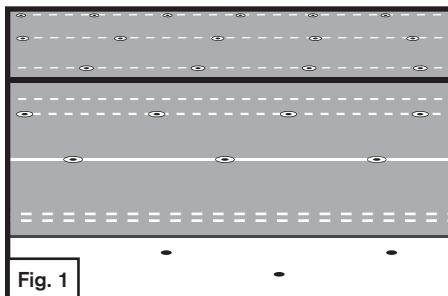

Fig. 1
**Paso 5.** Sujete con clavos la hilera inicial a 6 pulgadas (15.24 cm) del centro, bajando por el centro de la lámina y usando clavos metálicos con tope de 1 pulgada (2.54 cm) de diámetro. Ver la Fig. 1
Todas las hileras adicionales requerirán 2 hileras de clavos a 6 pulgadas (15.24 cm) del centro, con espacio uniforme en línea vertical, y escalonados en el centro de la lámina. Todos los empalmes longitudinales deben realizarse a 6 pulgadas (15.24 cm), como mínimo. Ver la Fig. 1